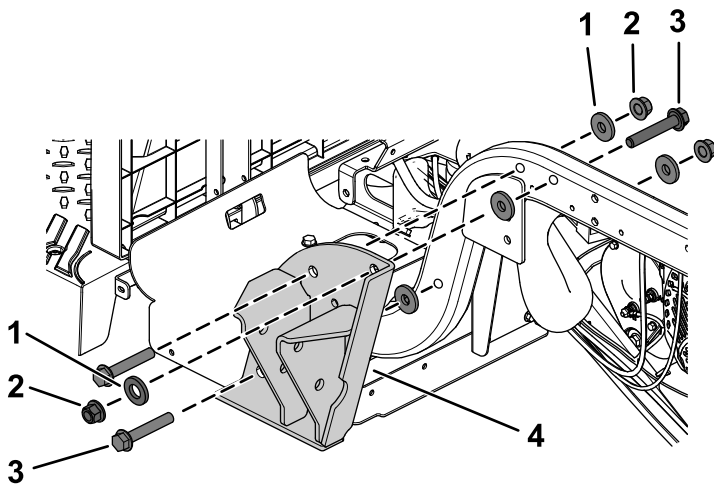

Bild 18
1. Befestigen Sie eine Überrollschutzhalterung mit drei Bundkopfschrauben ($\frac{1}{2}$ " x 3"), fünf Flachscheiben ($\frac{1}{2}$ " und drei Sicherungsmuttern ($\frac{1}{2}$ "), wie in Bild 18 abgebildet.
Hinweis: Stellen Sie sicher, dass Sie die zwei Flachscheiben ($\frac{1}{2}$ " an der Außenseite befestigen, wie in Bild 18 abgebildet.